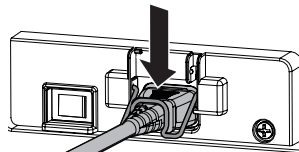

Figura 4
- 4) Presione hacia abajo el soporte del cable de alimentación hasta que el extremo del soporte encaje en el cable de alimentación dejándolo asegurado. (Figura 4)